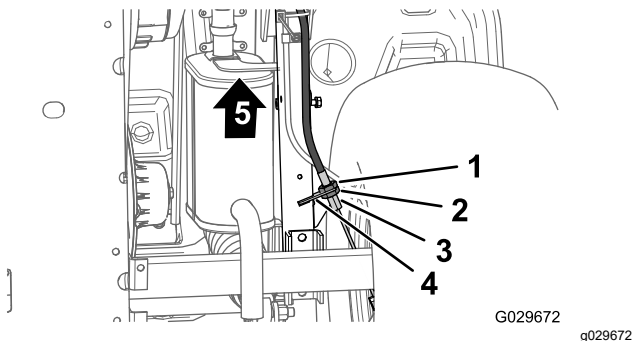

図 68
3. 機体の下側で、駐車ブレーキケーブルのねじ山付きアジャスタの後ジャムナットを4回転ゆるめる 図 68。
4. 前側ジャムナットを締める 図 68。
- A. ブレーキケーブルのねじ山付きアジャスタの前ナット 図 68 を1回転ゆるめる。
- B. 後側ジャムナット 図 68 を締める。
- A. ブレーキケーブルのねじ山付きアジャスタの後ナット 図 68 を1回転ゆるめる。
- B. 前側ジャムナットを締める 図 68。